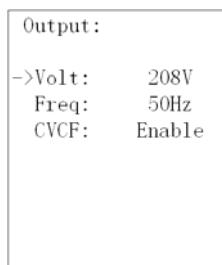

Рисунок 23 – Внешний вид вкладки «Output» пункта меню «Setting»
- **«Output»** - установка параметров выходного напряжения ИБП, включение/ выключение режима преобразователя частоты (рисунок 23):